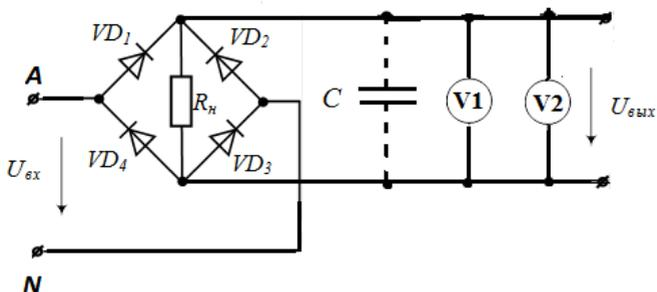

Рис. 7.2. Электрическая схема исследуемого двухполупериодного выпрямителя
8. Соберите цепь двухполупериодного мостового выпрямителя согласно схеме, на рис. 7.2, повторите все измерения. Результаты запишите в табл. 7.1. Подключите осциллограф к сопротивлению нагрузки $R_{\text{н}}$ и зарисуйте форму напряжений.